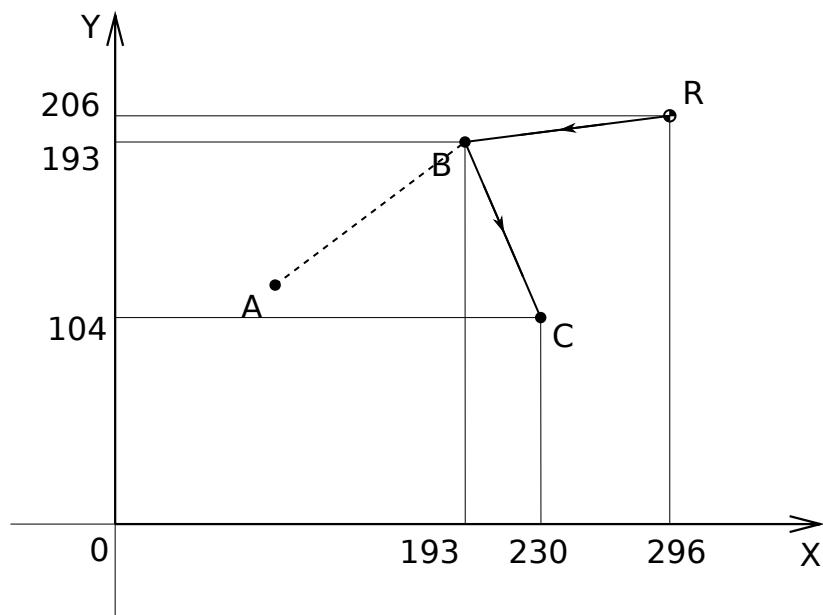

Рис. 2.7.2: Пример возврата из осевого положения
**Пример.** Возврат из основной позиции по G29 (рис. 2.7.2)